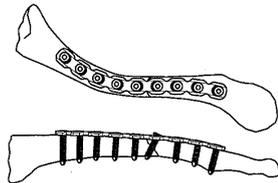

図29
- 7) インプラントの状態をイメージで確認し、縫合して手術を終了します。(図29)